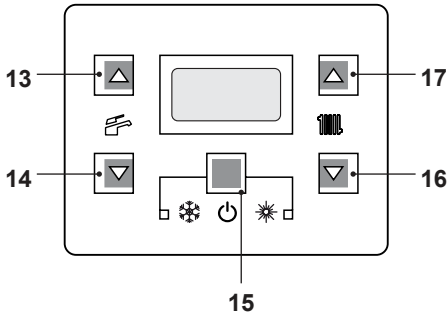

Figura 8.3
- Entre en la "modalidad de programación" pulsando simultáneamente durante 10 segundos los botones 15 - 16 - 17 (Figura 8.3) hasta que aparezcan en el display LCD las letras **Pr** alternadas con el código **01**, indicando que se ha entrado en el "parámetro 01" (Figura 8.4).
- Pulse simultáneamente los botones 15 y 17 (Figura 8.3) hasta que aparezca en el display LCD el valor del parámetro 05 (00=G20) (Figura 8.6).
- Pulsando el botón 15 (Figura 8.3) se confirma el valor introducido.
- Pulsando simultáneamente los botones 15 y 16 (Figura 8.3) se sale sin modificar el valor (se vuelve a la lista de parámetros Figura 8.5)
- Pulsando simultáneamente durante 10 segundos los botones 15 - 16 - 17 (Figura 8.3) se sale de la "modalidad de programación".